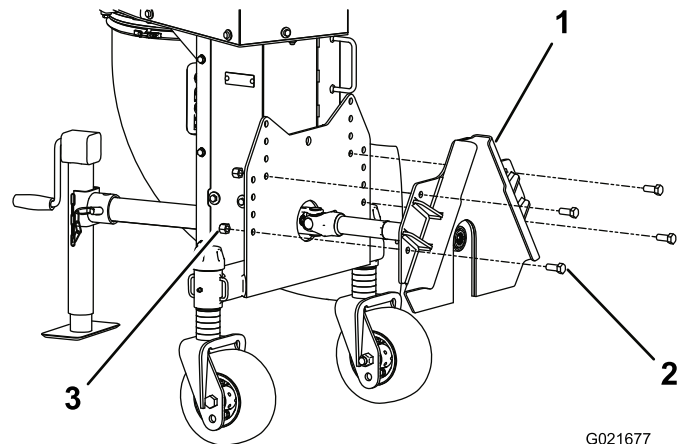

Figura 11
- Instale la placa de montaje en el bastidor del soplador de residuos con 4 pernos de 1/2 x 1-1/4 pulgadas y 4 contratuercas de 1/2 pulgada (Figura 11). Utilice el juego de taladros inferior de cada lado de la placa de montaje para la instalación. Apriete los pernos a 92–113 Nm.